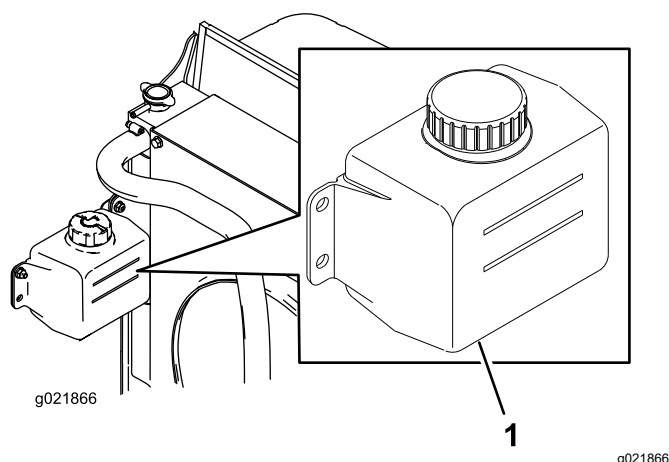

Figura 84
1. Compruebe el nivel de refrigerante en el depósito de expansión (Figura 84).